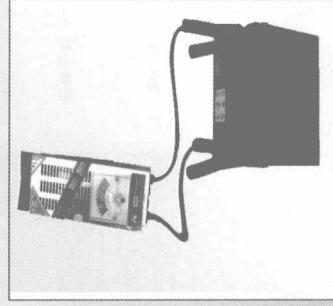

图3-2 测量蓄电池的放电电压
3) 看来问题不在发电机上，重新进行检测，着车后，测量蓄电池电压为12.5V。但发电机的输出端电压却为14.5V，从发电机到蓄电池端相差了2V，看来问题出在这段线路上（见图3-2）。